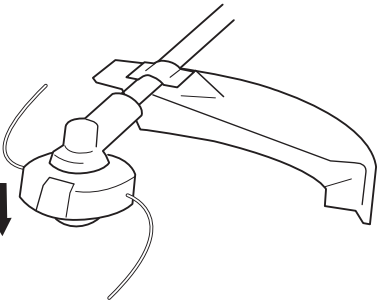

Fig. 16
- Insérez la clé Allen (19) dans le trou du boîtier d'engrenages afin de bloquer le porte-lame.
- Réglez le moteur sur la vitesse la plus faible possible et tapotez la tête de coupe contre le sol. Le fil nylon avancera d'environ 1-3/16" (3 cm) pour chaque coup donné. (Fig. 16)